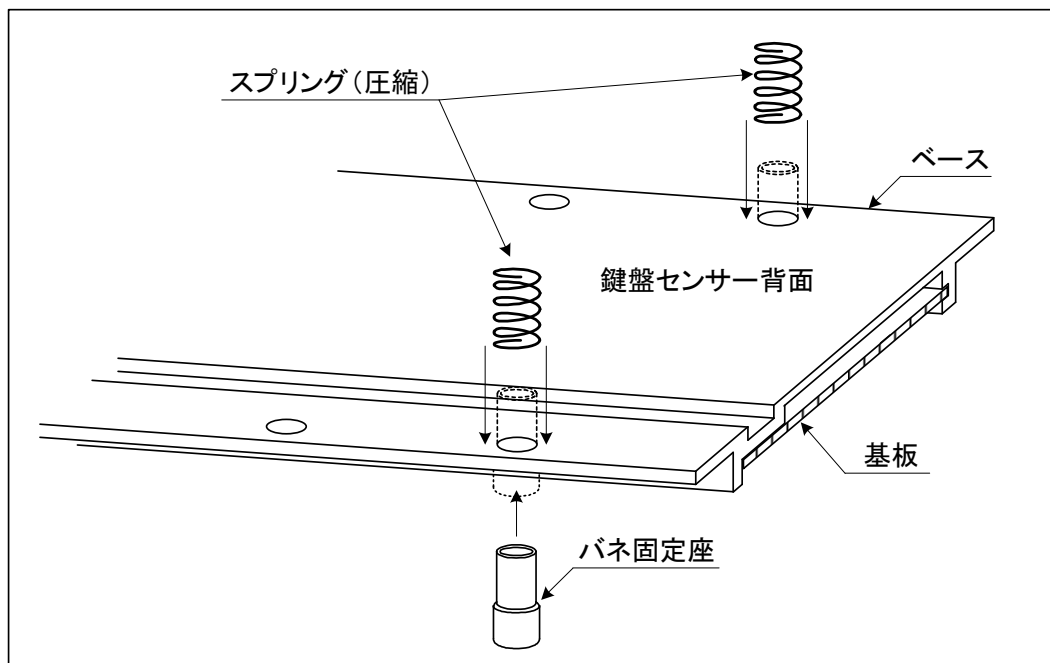

図 4. 4 - 2 スプリング（圧縮）取り付け
- (1) アクションと全ての鍵盤を取り外す。
- (2) 図 4. 4 - 2 の様に、鍵盤センサーの基板側よりバネ固定座を挿入し、鍵盤センサー背面からスプリング（圧縮）を取り付ける。尚、スプリング（圧縮）は時計方向に回しながら挿入すると取り付け易くなる。
- (3) 図 4. 4 - 3 の様に、センサー側を手前にして、フロントレールとバランスレールの間に鍵盤センサーを載せ、高さ調整時にフロントレールの側面に接触しない程度の隙間（目安として 2～3mm）を設けた位置に設置する。